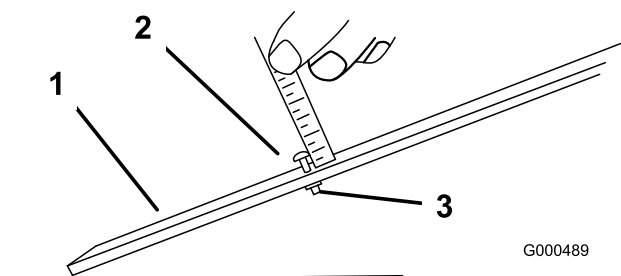

Figura 55
3. Allentate il dado sulla barra di misura (Figura 55) e posizionate la vite di regolazione all'altezza di taglio opportuna. La distanza tra l'estremità inferiore della testa della vite e la parte frontale della barra corrisponde all'altezza di taglio.